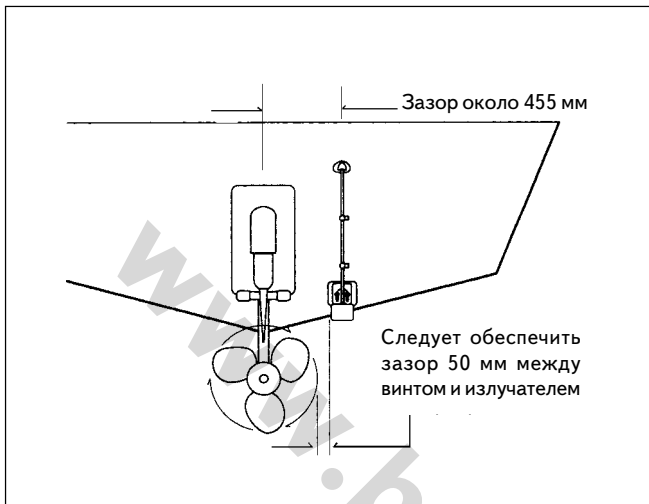

Рис.2-3
- Если судно имеет один винт (мотор может быть подвесным или стационарным), крепить излучатель следует на расстоянии 455 мм от плоскости среднего продольного сечения судна, как это показано на рис. 2-3. Устанавливать излучатель следует в направлении вращения винта относительно продольного сечения (обычно по правому борту). Это уменьшит влияние пузырьков, образующихся во время работы винта, на эффективность работы излучателя.